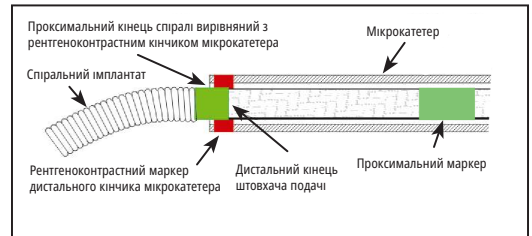

Рисунок 4 — Розташування маркерних смужок для від'єднання
30. Просувайте спіраль у потрібне місце, доки рентгеноконтрастний маркер на штовхачі подачі не буде вирівняний або трохи зміщений в дистальному напрямку від дистального рентгеноконтрастного маркера кінчика мікрокатетера, розташувавши зону від'єднання безпосередньо за кінчиком мікрокатетера. Див. Рисунок 4.